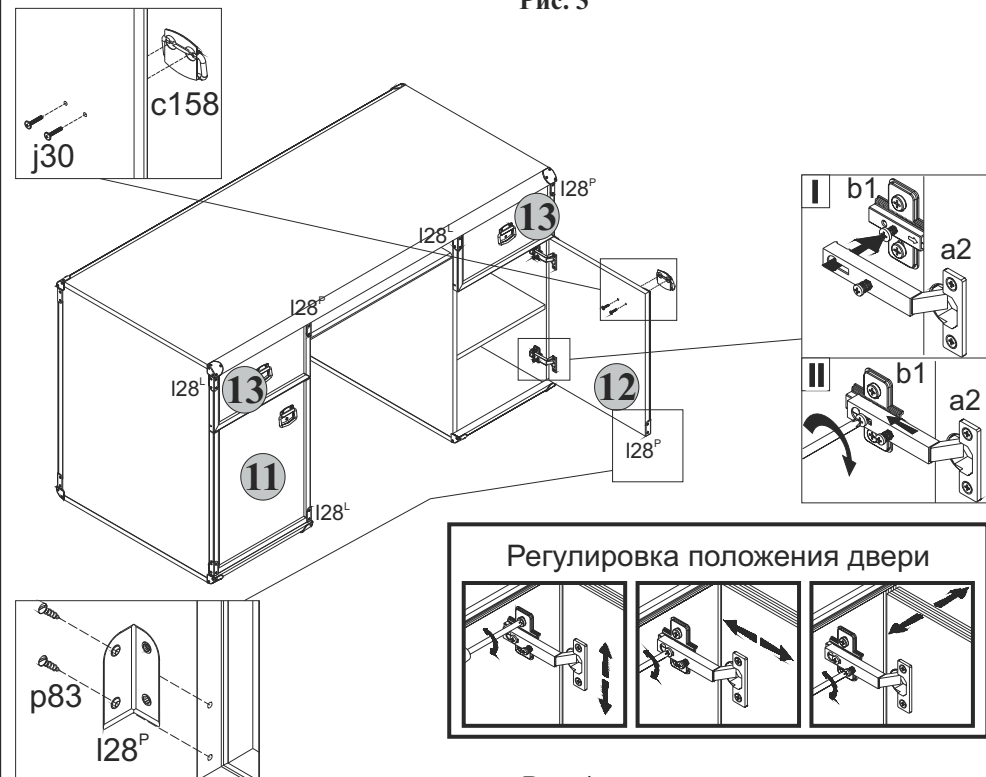

Рис. 4
- 5.33 Навесить двери на боковые стенки **1** и **2**, совместив петли шарнирные **a2** с направляющими петель **b1** (**см.рис.4**). При необходимости отрегулировать положение дверей, вращая регулировочные винты на петлях и направляющих петель.